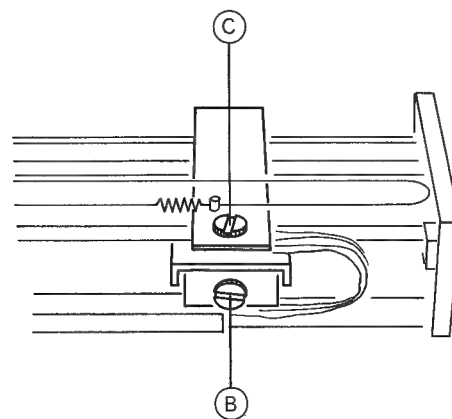

Fig. 4.4
Die Arbeitshöhe lässt sich mit der Schraube (C) justieren (Fig. 4.4). Die Nadelspitze darf den inneren Wulst der Gummiauflage knapp berühren. Über einen Audio-Kanal kann die Absenktiefe akustisch kontrolliert werden.
The free vertical movement of the tonearm can be adjusted with screw (C) (fig. 4.4). In the lowest position the stylus tip should barely touch the innermost ridge of the turntable mat. This can be checked acoustically through a live audio channel.
La hauteur se règle au moyen de la vis (C) (fig. 4.4). La pointe de lecture doit seulement effleurer le bord intérieur du disque en caoutchouc. On contrôle acoustiquement la descente à l'aide d'un canal audio.
Das Einstellen der Auflagekraft erfolgt durch Verstellen der Schlitzschraube (B) (Fig. 4.4). Bei schweren Tonabnehmern  $> 6$  p (60 mN) muss das Gegengewicht aus Blei montiert werden. Mit einem Waagestreifen ist eine Auflagekraft von 12,5 mN (1,25 p) einzustellen.
Tracking force may be adjusted by means of screw (B) (fig. 4.4). Use a suitable cartridge balance (for example as supplied with the installation kit 05790) to adjust for a tracking force of 12.5 mN (1.25 grams). For cartridges with a weight (mass) higher than 6 grams, the lead counterweight must be installed.
La force d'appui se règle au moyen de la vis à tête fendue (B) (fig. 4.4); pour les phonocapteurs de poids plus élevé, la plaquette de plomb doit être en place. Au moyen d'une balance, réglez la force d'appui à 12,5 mN (1,25 p).